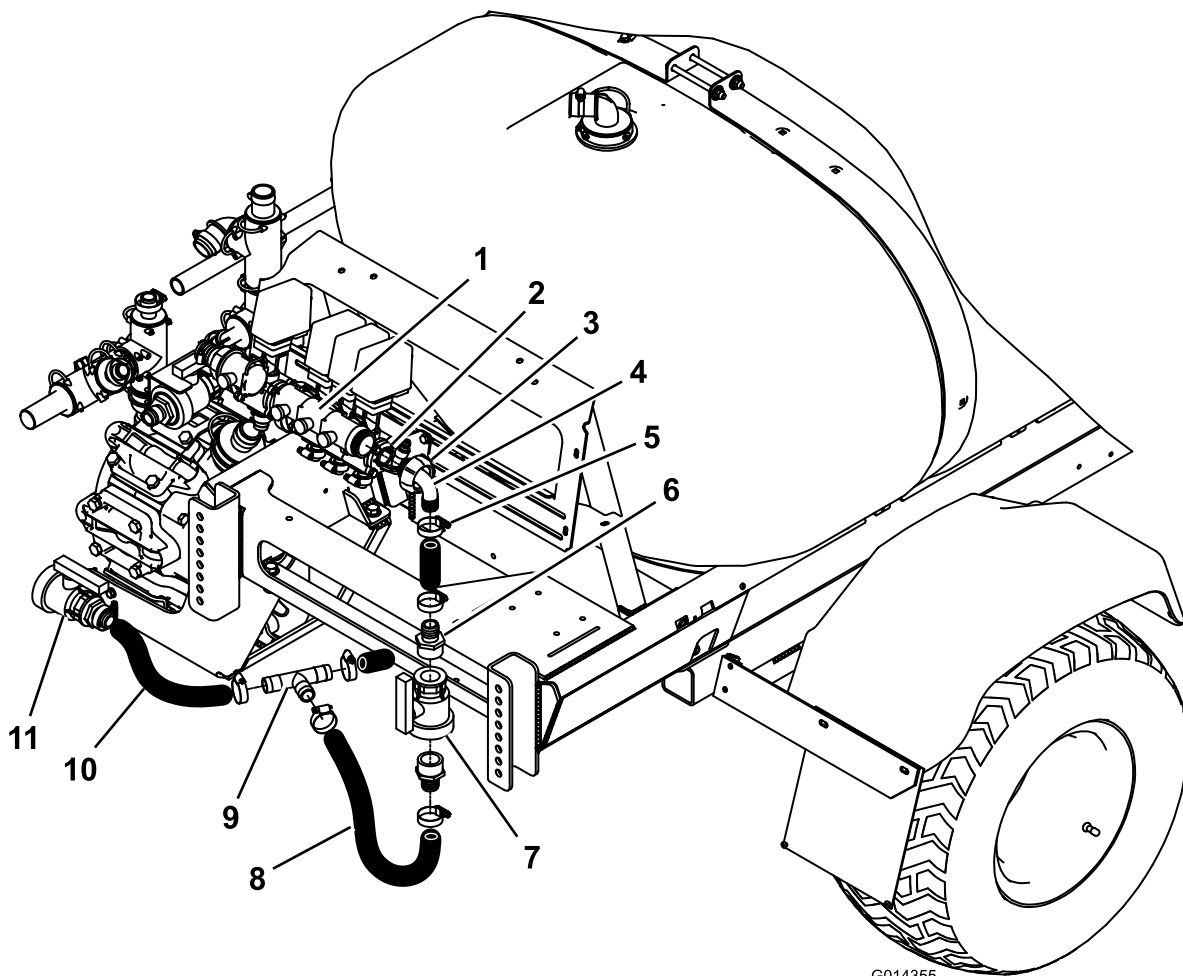

Figura 3
4. Montate l'O-ring sulla testa flangiata del gomito a 90° e inserite il gomito nella parte destra del gruppo della valvola di bilanciamento (Figura 3).
6. Posizionate il tubo di spurgo sotto la macchina e tagliatelo a circa 61 cm dalla valvola di spurgo (Figura 3).
7. Inserite una fascetta stringitubo attorno a ciascuna delle estremità del tubo e installate un raccordo portagomma a T tra le due estremità (Figura 3).
9. Tagliate il flessibile di bypass dell'agitatore (Figura 3) a 5 o 7,5 cm dal raccordo a gomito.
10. Installate il flessibile di bypass dell'agitatore dal raccordo a T fino al gomito (Figura 3).
12. Montate la valvola a sfera, i due raccordi portagomma dritti e le due fascette stringitubo come mostrato in Figura 3.
13. Assicurate la valvola a sfera e i due raccordi portagomma dritti con le due fascette stringitubo (Figura 3).